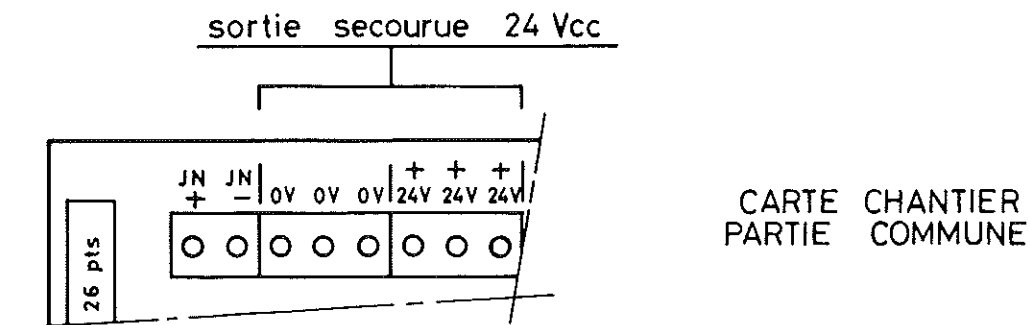

fig 11
- . 24 Vcc du TSIM (Fig. 11)
Utiliser de préférence le 24Vcc du TSIM (Fig. 11)
- . $24V_{cc}$ du TSIM (Fig. 11)